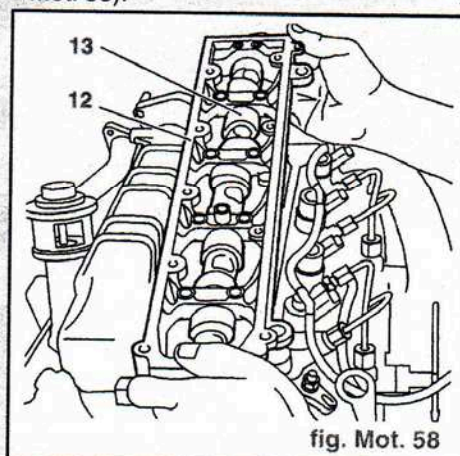

fig. Mot. 58
- Déposer sur le pourtour du carter chapeaux de paliers (12) du produit d'étanchéité E6.
- Positionner l'arbre à cames (13) dans le carter chapeaux de paliers (12) (fig. Mot. 58).